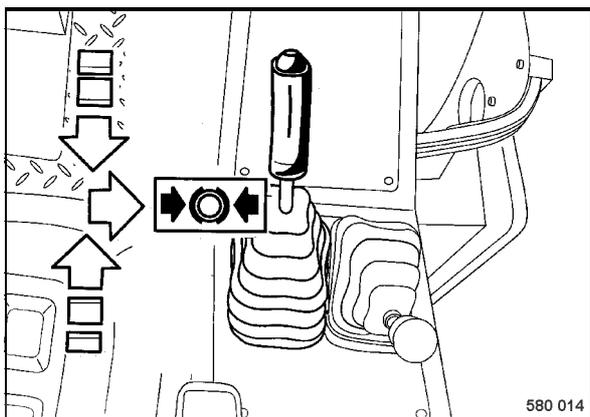

fig. 26
- Contrôler si le levier de commande de marche (fig. 26) est bien enclenché en position de freinage vers la droite.